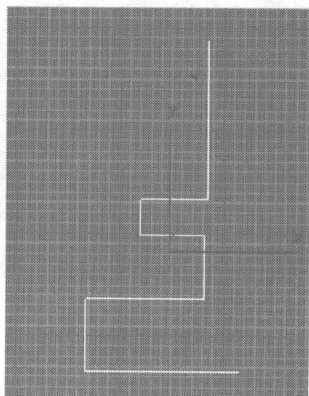
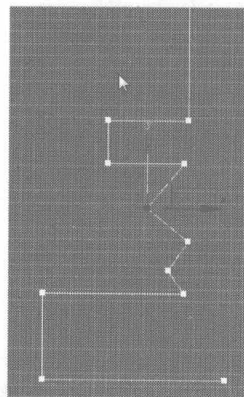

图 5.477
图 5.478
- 09** 接下来制作微调旋钮。在 创建面板的 区域，选择 **Splines** 类型，单击 **Line** 按钮，在视图中创建曲线模型，如图 5.477 所示。单击 **Insert** 按钮，在曲线上添加点，并调整到如图 5.478 所示的位置。